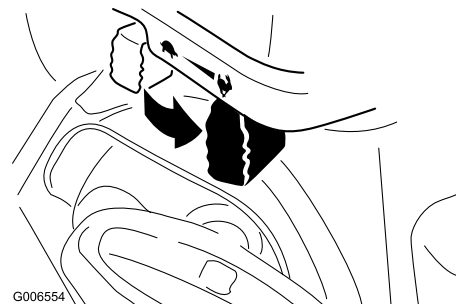

Bild 23
6. Stellen Sie den Gasbedienungshebel auf Schnell (Bild 23).